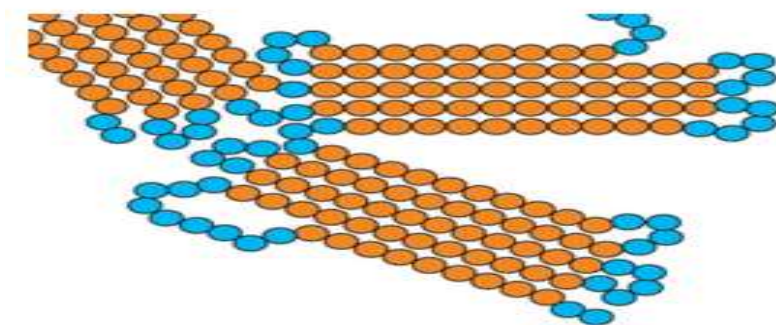

Figure 2 : Représentation schématique d'un polymère semi-cristallisé
Le polystyrène qui peut se polymériser par les trois (3) voies de polymérisation : radicalaire, cationique et anionique peut être présenté sous ses trois formes de structures architecturales (isotactique, syndiotactique et atactique) comme mentionné ci-dessous (figure 2)